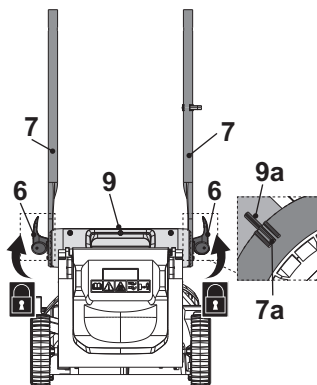

Fig. 2
3. Fije los manillares inferiores (7) plegando las palancas de sujeción (6) hacia los manillares inferiores (7). Si la palanca de sujeción (6) no se puede doblar, aflójela y vuelva a doblarla. Si está demasiado floja, apriétela girando la palanca de sujeción (6) en el sentido de las agujas del reloj (Fig. 2).